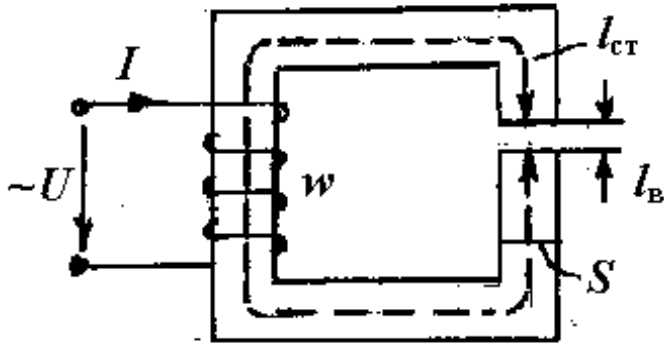

Рис. 6.3
6.3.2. Обмотка с числом витков  $w = 380$  и активным сопротивлением  $R = 3,6 \text{ Ом}$  размещается на сердечнике из электротехнической стали 1512 (рис. 6.3). Длина средней магнитной линии по стали  $l_{ст} = 50 \text{ см}$ , воздушный промежуток  $l_{в} = 0,06 \text{ см}$ , сечение  $S = 22 \text{ см}^2$ , масса сердечника  $m = 8,55 \text{ кг}$ . Вычислить ток в обмотке, если она присоединена к сети переменного напряжения  $U = 220 \text{ В}$ , частота  $f = 50 \text{ Гц}$ . Магнитным током рассеяния пренебречь.